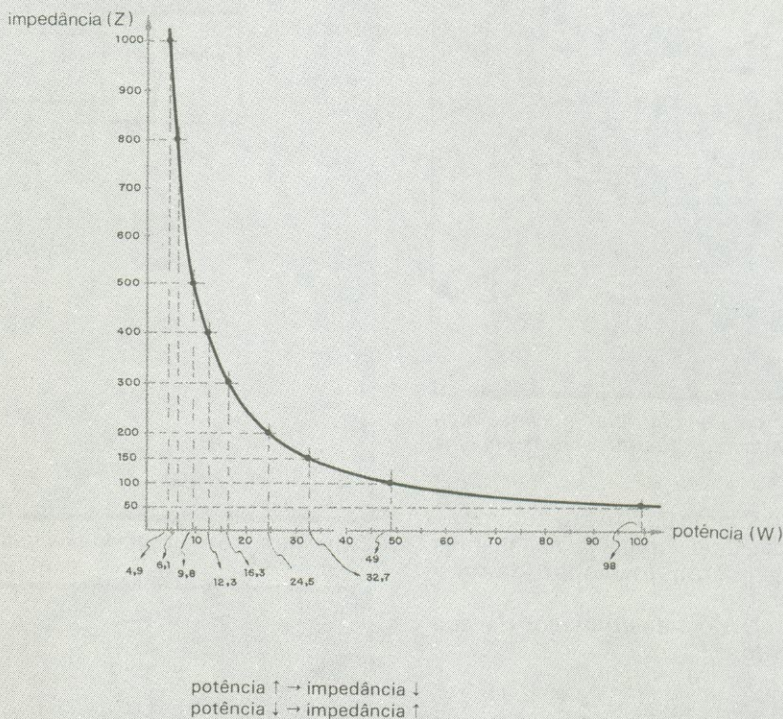

Fig. 1
**V**imos na primeira parte que a impedância das linhas tradicionais é constante, ou seja, seu valor independe da carga aplicada. Podemos ter 300 watts de carga tanto em linhas de 600  $\Omega$  como nas de 8  $\Omega$ . Nas linhas de 70 volts, o caso é diferente, porque nela a impedância é variável, sendo função da carga aplicada. Quanto maior a carga, mais baixa a impedância e vice-versa (fig. 1).